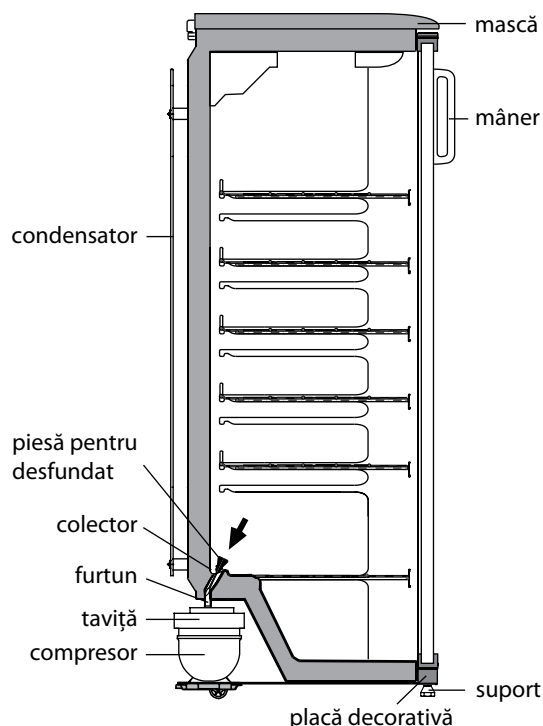

Figura 4
2.3.1 În frigider se folosește un sistem automat de dezghețare. Bruma care apare pe perețele din spate în interiorul frigiderului, se topește în ciclul de dezghețare la deconectarea compresorului și se transformă în picături de apă. Picăturile de apă rezultată în urma topirii se scurg în c colectori, apoi prin gaura acestuia și prin furtun - în tavița de pe compresor, în conformitate cu figura 4 și se evaporă.
Prezența apei în colector indică înfundarea sistemului de drenaj. Pentru eliminarea înfundării folosiți piesa corespunzătoare și curățați gaura colectorului, astfel ca apa să se scurgă liber în taviță, apoi spălați piesa și instalați-o în conformitate cu figura 4.